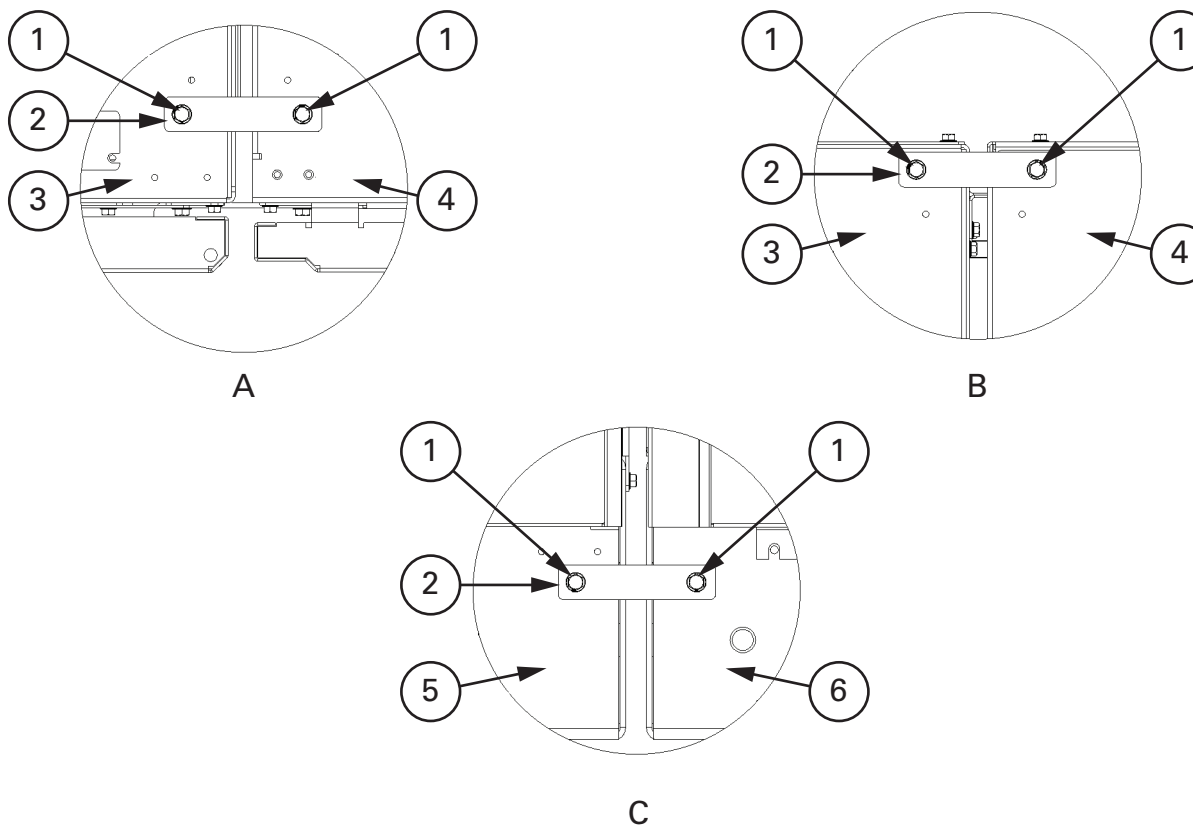

Рис. 4-5. Соединительные скобы для секций ISBM и UPM
11. Найдите крепежный комплект (находится в мешочке, привязанном к левой средней панели секции UPM). Возьмите из полевого набора две плоских скобы и винты. Установите плоские скобы таким образом, чтобы отверстия в них совпадали с отверстиями в верхней задней и верхней передней части секций ISBM и UPM. Закрепите скобы при помощи винтов из полевого набора (см. Рис. 4-5).
12. Возьмите из полевого набора одну плоскую скобу и винты. Установите плоскую скобу таким образом, чтобы отверстия в ней совпадали с отверстиями в передней части секций ISBM и UPM. Закрепите скобы при помощи винтов из полевого набора (см. Рис. 4-5).